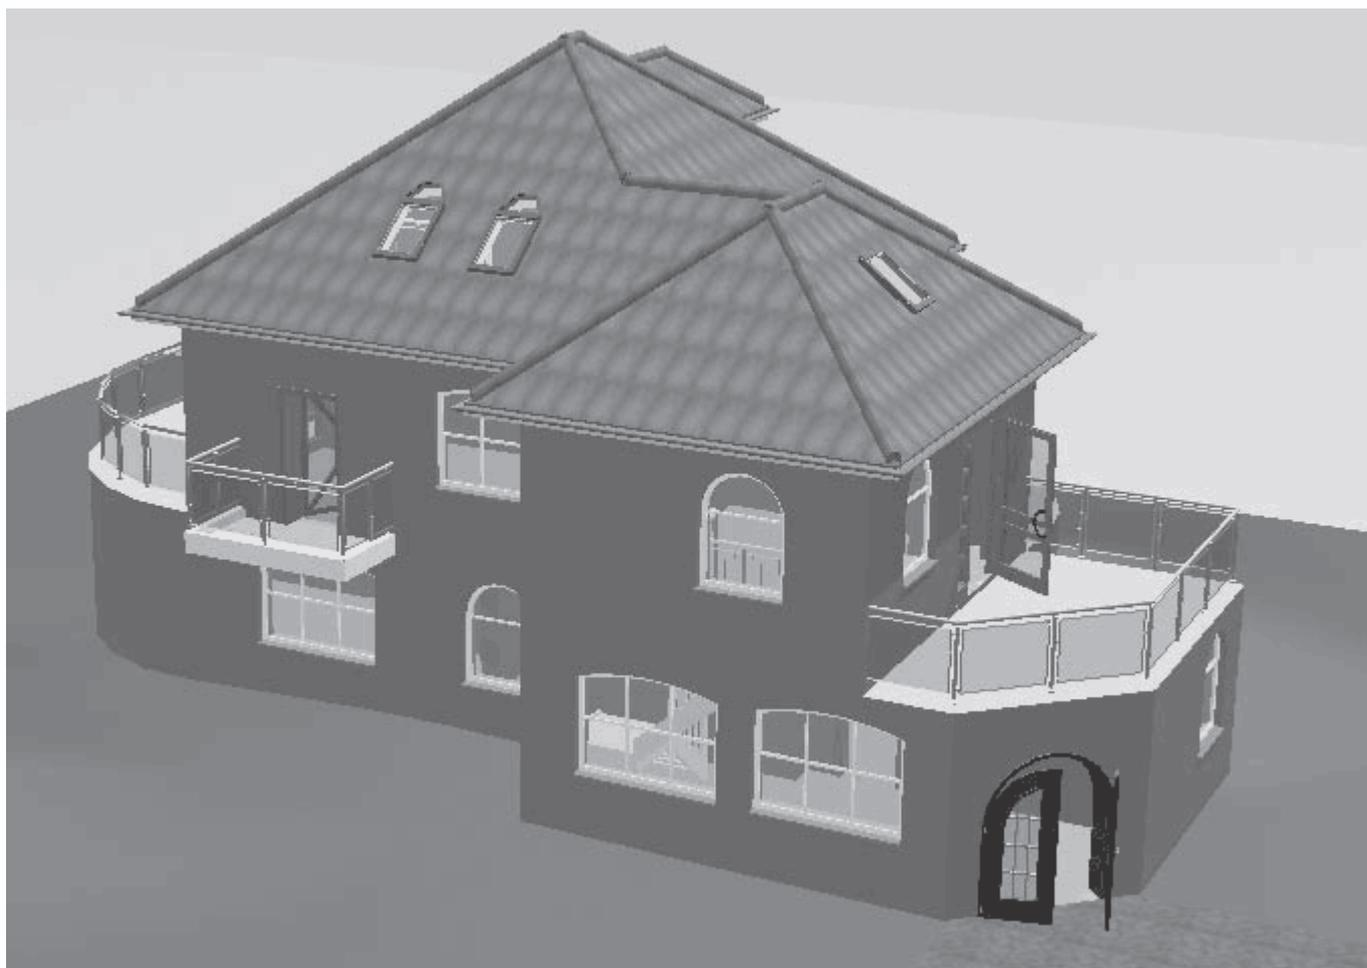

Рис. 5.15. Расположение наблюдателя перед началом перемещения
2. Нажмите клавишу F12, чтобы перейти в режим дизайна. Поскольку до этого мы еще не перемещались по трехмерной сцене, то точка наблюдения должна быть относительно далеко от построенного здания и на большой высоте над уровнем пола первого этажа (рис. 5.15).